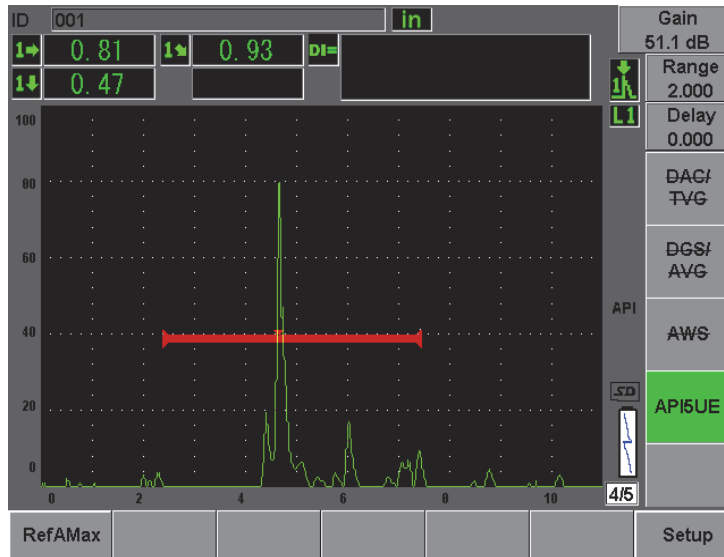

Abbildung 12-25 Speichern des Punktes  $A_{\max}$
5. Taste **[P1]** (RefAMax) drücken, um den Punkt  $A_{\max}$  zu speichern, dann mit **[P1]** bestätigen (siehe Abbildung 12-25 auf Seite 263).